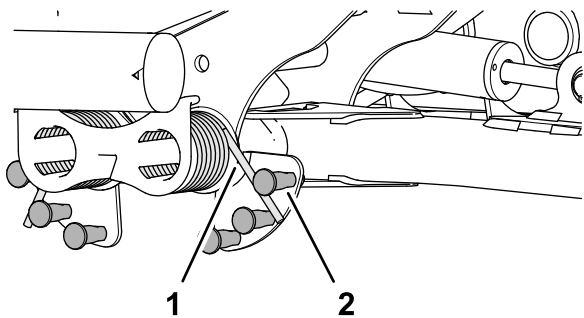

Figura 52
2. Introduzca el extremo largo del muelle de contrapeso en un tubo u otro objeto similar, y gire el muelle alrededor del espárrago de cuello largo a la posición deseada (Figura 52).